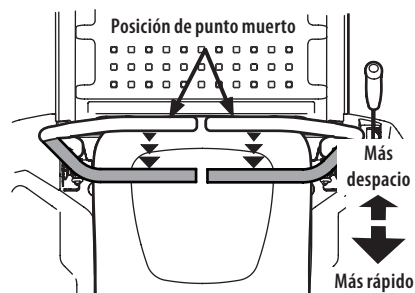

Figura 31
1. Mueva las dos palancas de control de la transmisión de forma lenta y pareja hacia atrás. El tractor comenzará a moverse hacia atrás (Figura 31).